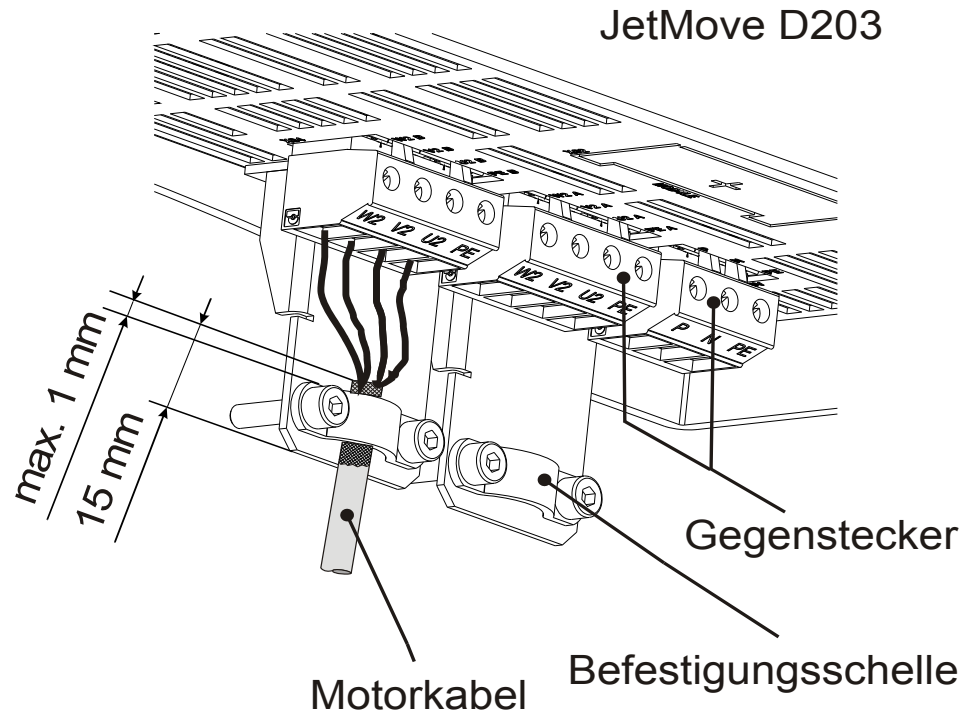

Abb. 3: EMV-konformer Schirmanschluss bei Schraubklemmen
- Der Schirm und die Zugentlastung muss niederohmig und großflächig mit einer geerdeten Fläche verbunden sein. Die Erdung muss dabei so erfolgen, dass das ungeschirmte Stück der Leitung möglichst kurz gehalten wird (siehe Abb. 3).
- Motorleitungen anschließen nach Abb. 3, Seite 22.